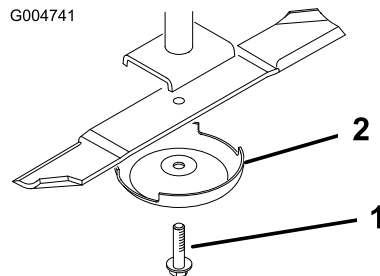

図 72
3. スピンドルのシャフトからブレードボルト、芝削り防止カップ、ブレードを取り外す 図 72。